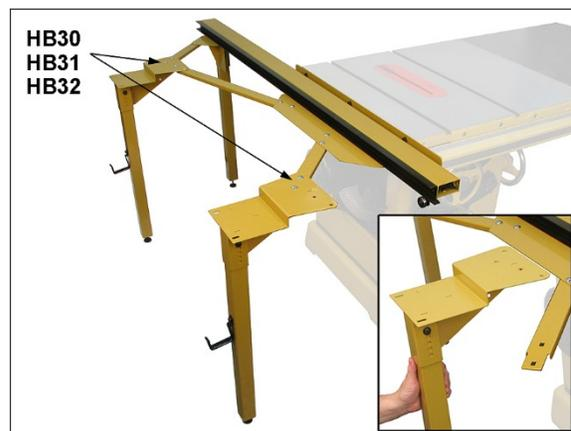

Рисунок 7-8
- Установите кронштейны обеих левых ножек на одном уровне с установочной пластиной, чтобы установить начальную высоту. См. вставку, рисунок 7-8. Переместите винт в кронштейне ножки в другое отверстие и / или подкрутите регулируемую опору так, чтобы поверхности кронштейна и установочной пластины оказались на одном уровне.
- Установите две левые ножки на соединительные штанги с помощью 6 болтов, шайб и колпачковых гаек, как показано на рис. 7-8. Затяните болты только руками.